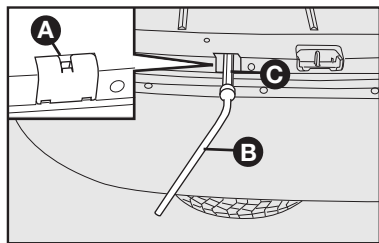
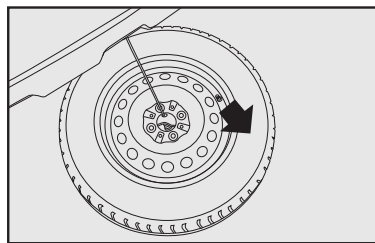

fig. 4
fig. 5
- Retirar a tampa **A-fig. 4** que se encontra localizada na parte traseira do porta-malas. Acoplar a chave de rodas **B-fig. 4** na chave extensora **C-fig. 4**. Com o auxílio da chave de rodas e chave extensora girar o mecanismo no sentido horário até o fim do curso, para possibilitar a descida da roda sobressalente **fig. 5**. O fim de curso é caracterizado pelo bloqueio do movimento da chave pelo batente do mecanismo.
- Puxar a roda sobressalente no sentido da **seta-fig. 5**, retirando-a de debaixo do veículo.